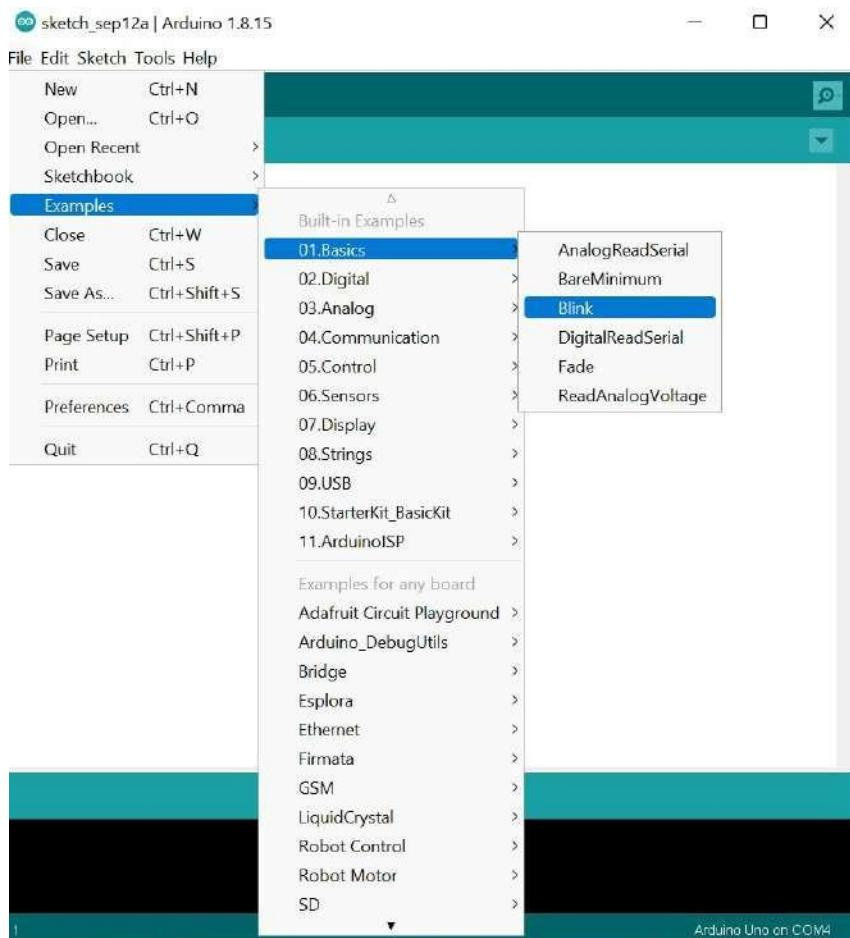

Figura 2.5. Archivo → Ejemplos → 01. Basics → Blink.
2. Para el control del parpadeo de la luz led, desde Archivo, diríjase a la sección ejemplos del programa Arduino y cargue el ejemplo *BLINK* (parpadear), como muestra la figura 2.5.